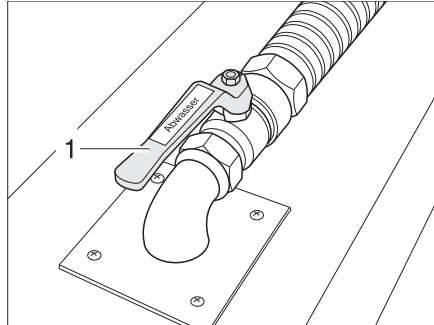

Fig. 230 Grifo para la eliminación de aguas residuales
El grifo para la eliminación de aguas residuales (Fig. 230,2) está en el doble fondo. El grifo para la eliminación de aguas residuales está identificado con el rótulo "Abwasser" (Aguas residuales).
- Abrir el grifo para la eliminación de aguas residuales (Fig. 230,2). Se vacía las aguas residuales.